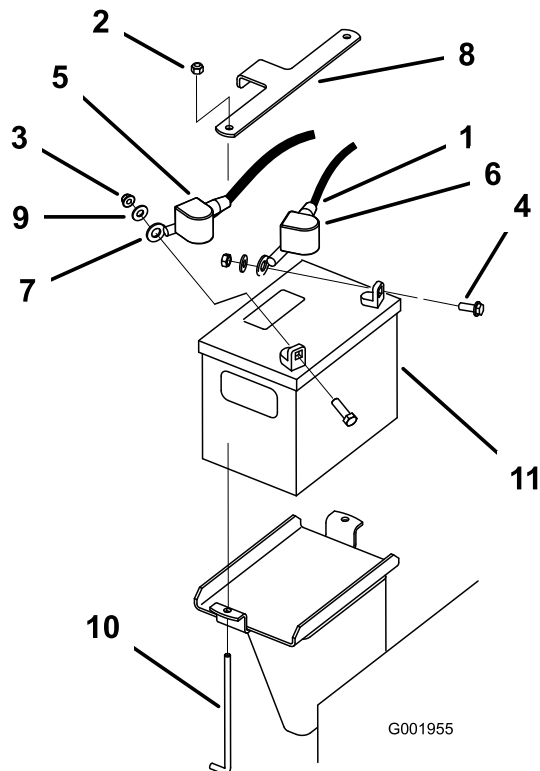

Figure 39
3. Enlevez le capuchon en caoutchouc noir qui protège le câble négatif. Débranchez le câble négatif de la batterie de la borne négative (-) de la batterie (Figure 39).
4. Ôtez le capuchon rouge de la borne positive (rouge) de la batterie. Débranchez ensuite le câble positif (rouge) de la batterie (Figure 39).
5. Déposez la plaque de maintien de la batterie (Figure 39) et enlevez la batterie.
1. Placez la batterie sur la machine (Figure 39).
- Commencez par relier le câble positif (rouge) à la borne positive (+) de la batterie avec un écrou, une rondelle et un boulon (Figure 39). Glissez le capuchon de caoutchouc sur la borne de la batterie.
- Reliez ensuite le câble négatif et le câble de masse à la borne négative (-) de la batterie avec un écrou, une rondelle et un boulon (Figure 39). Glissez le capuchon de caoutchouc sur la borne de la batterie.